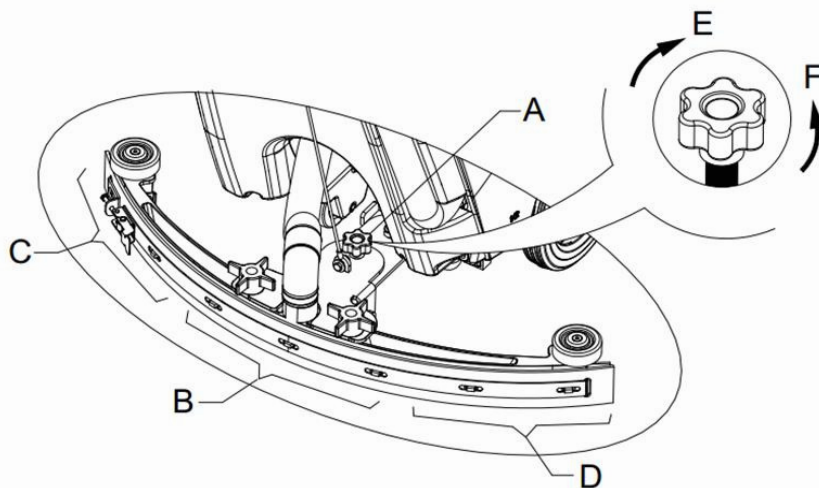

Abbildung 9
10. Passen Sie die Saugleiste durch den Einstellgriff (A) an (siehe Abbildung 9).